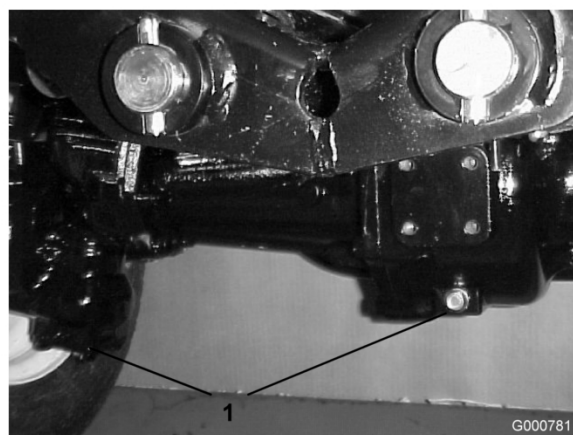

Figure 57
- Nettoyez la surface autour des 3 bouchons de vidange, 1 à chaque extrémité et 1 au centre (Figure 57).